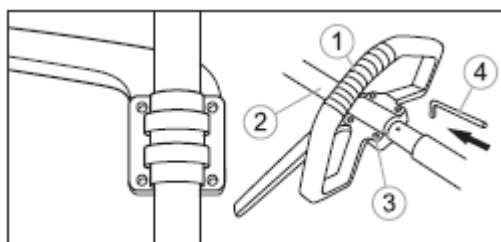

рисунок 2
- Установите дополнительную рукоятку 1 на штангу 2 (при сборке ручка устанавливается на антивибрационную резиновую втулку), закрепив ее с помощью комплекта крепежа 3 и инструмента. Проверьте надежность соединения. См. рисунок 2.